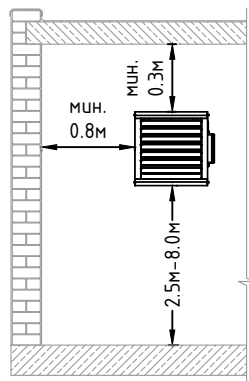

Рис. 2. Рекомендуемые расстояния при вертикальном монтаже
- Соблюдайте рекомендуемые высоты монтажа устройств для обеспечения равномерного распределения воздуха по высоте помещения. Рекомендуемые высоты монтажа приведены на Рис. 2.
Тепловентилятор можно устанавливать только на вертикальных поверхностях с помощью монтажной консоли, которая поставляется в комплекте к каждому аппарату. Во время установки необходимо соблюдать рекомендуемые расстояния до ближайших конструкций и технологического оборудования (Рис. 2).